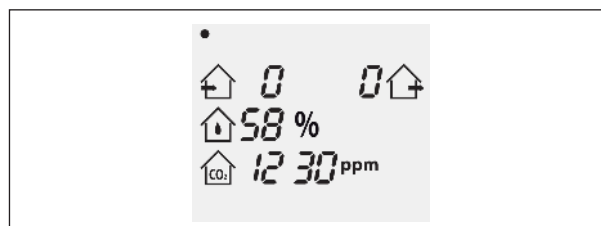

Fig. 29 : Appareil d'aération en mode Veille
- Il est mis fin au mode de ventilation actuel. Le niveau de ventilation de l'air fourni et de l'air repris est réglé sur 0 (voir Fig. 29).